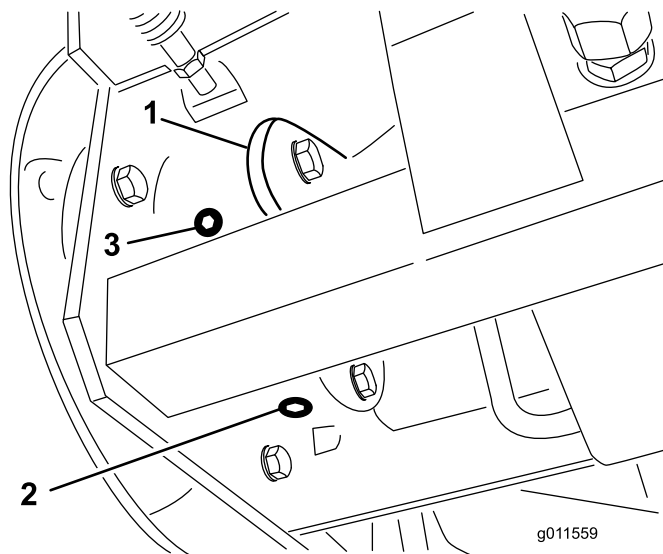

Figure 64
6. Placez un bac de vidange sous le carter de frein de l'autre côté de la roue (Figure 64).